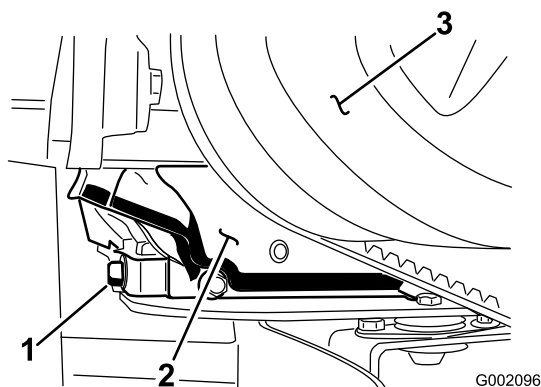

Figura 38
- Alinhe um recipiente de escoamento com uma capacidade de 1,5 litros com o tampão de escoamento (Figura 38).
- Retire o tampão de escoamento (Figura 38).